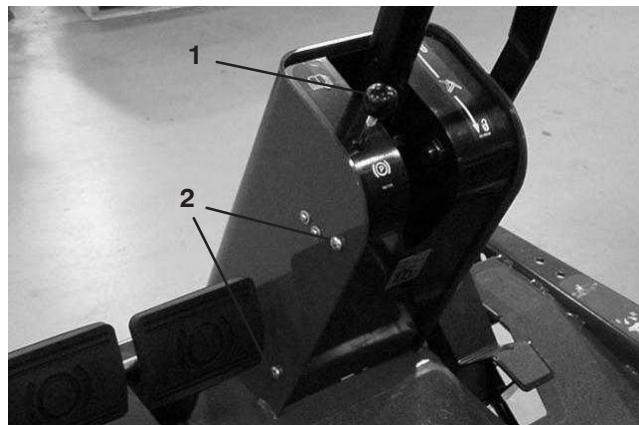

Bild 61
1. Nehmen Sie das Handrad von der Feststellbremse und die Schrauben von der Lenksäulenabdeckung ab (Bild 61).